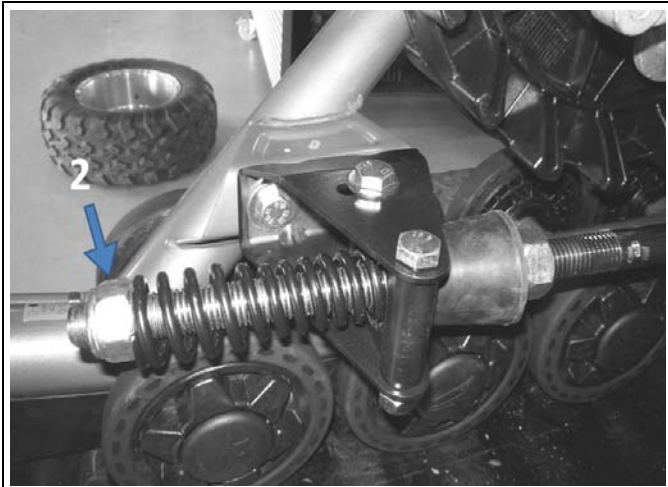
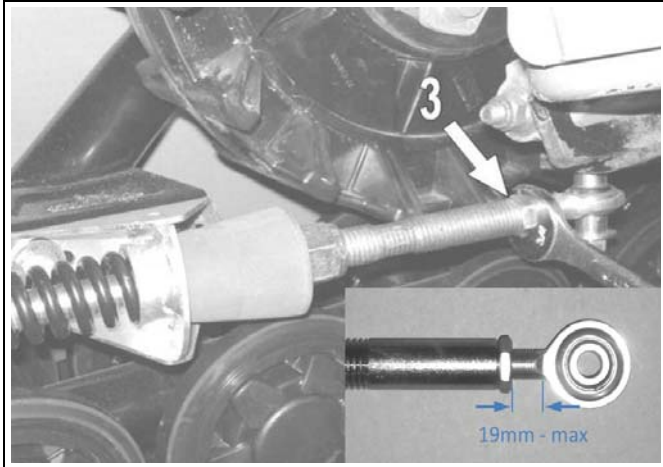

Abbildung 14
Abbildung 15
- Mutter (2) drehen bis sie die Feder berührt. Dann die Feder durch zwei volle Umdrehungen der Mutter zusammendrücken (Siehe Abbildung 14).
HINWEIS: In einigen seltenen Fällen, wenn die Mutter (Teil 2 in Abbildung 14) zum Zusammendrücken der Feder durch Einstellungen das Ende der Gewindestange erreicht hat, verlängern Sie die Stange, indem Sie die Gegenmutter lösen (Teil 3 in Abbildung 15) und die Stange soweit heraus-schrauben, bis max. 19 mm Gewinde sichtbar sind. Ziehen Sie die Gegenmutter wieder fest.